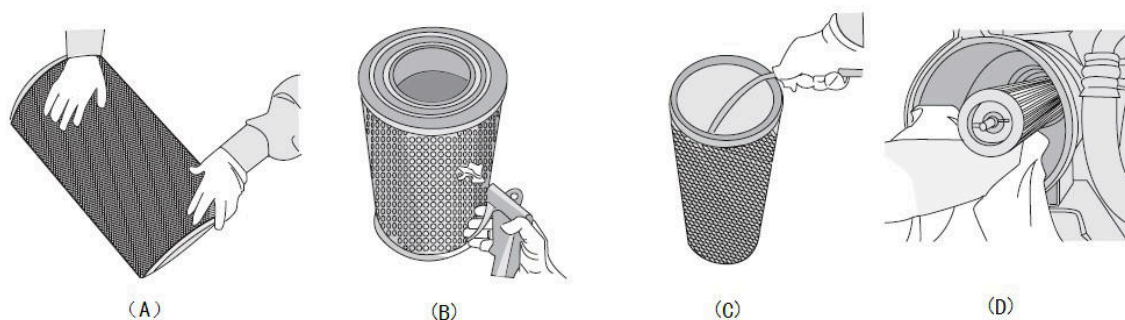

Рис. 3-15 Очистка фильтрующего элемента
- Несколько раз провести по внешней поверхности фильтрующего элемента, чтобы удалить грязь (Рис. 3-15 (А)). Не повредите фильтрующий элемент.
- Используйте сухой сжатый воздух для продувки поверхности воздушного фильтра (Рис. 3-15 (B)), затем продуйте внутреннюю поверхность (Рис. 3-15 (C)).
- Очистите герметичную опорную поверхность (Рис. 3-15 (D)).